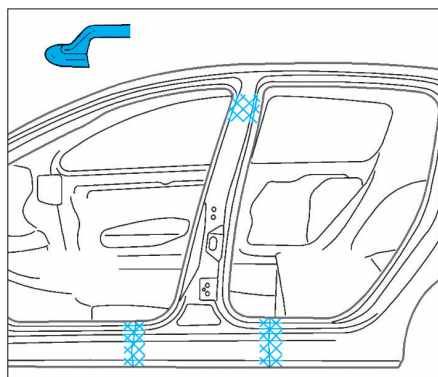

FIG. 67
- Faire un étamage selon (Fig.67).